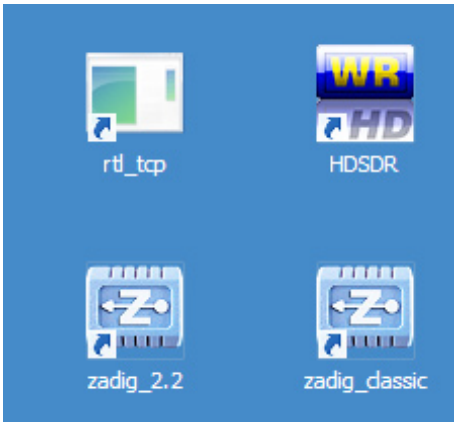

Bild 18: Dieses Icon-Quartett sollte man nach der Software-Installation auf seinem WINDOWS-Bildschirm haben
3. Sowohl für „RTL-TCP“, als auch „zadig_2.2“ und „zadig.exe“ benötigt man noch Verknüpfungen auf dem WINDOWS-Bildschirm; das Ergebnis sollte mit **Bild 18** übereinstimmen.